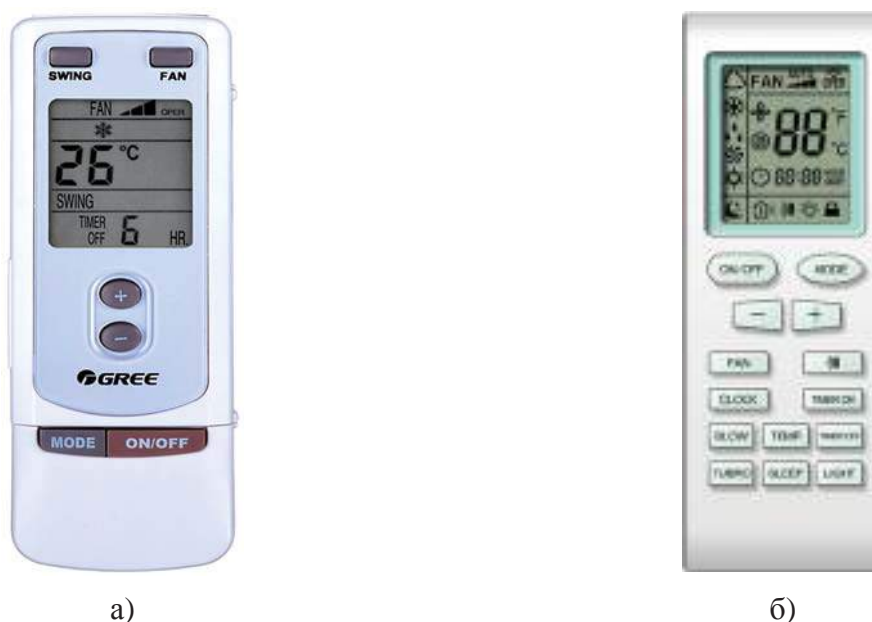

Рис. 2.1
2.1 Индивидуальные инфракрасные пульты управления Y512 (рис. 2.1а) и YB1FA (рис. 2.1б).